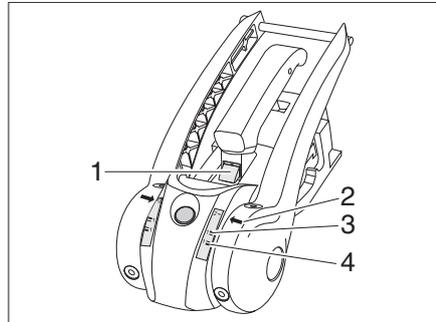

Fig. 152 Contrôle d'usure des garnitures de friction
- Lorsque le marquage vert est visible (Fig. 152,1), les garnitures de friction à l'avant et à l'arrière sont encore en ordre. Si le marquage vert n'est plus visible, les garnitures de friction doivent être remplacées.
- Si la flèche (Fig. 152,2) en dessous du marquage d'arrimage en douceur 1 est verte, (Fig. 152,4) les garnitures de friction à droite et à gauche sont en ordre. Si la flèche (Fig. 152,2) au-dessus du marquage d'arrimage en douceur 1 est rouge (Fig. 152,3), les garnitures de friction doivent être remplacées.
- Lorsque le marquage vert est visible (Fig. 152,1), la rotule d'attelage est en ordre. Si le marquage vert n'est plus visible, le diamètre de la rotule d'attelage est  $< 49$  mm et la rotule d'attelage doit être remplacée.